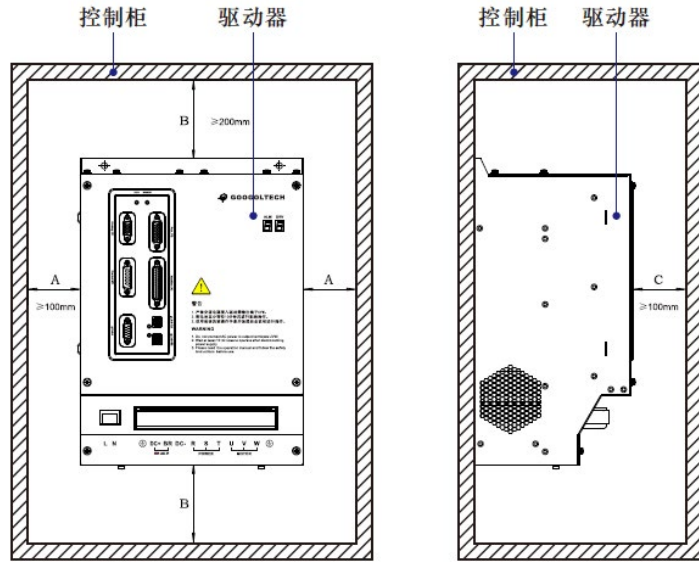

图 2-3 GTSD15-T4 系列驱动器安装
- ◆ 驱动器与控制柜内壁或者其他机器之间的间隔必须保留足够的距离，以保证驱动器的散热和接线，参照图 2-3 所示；